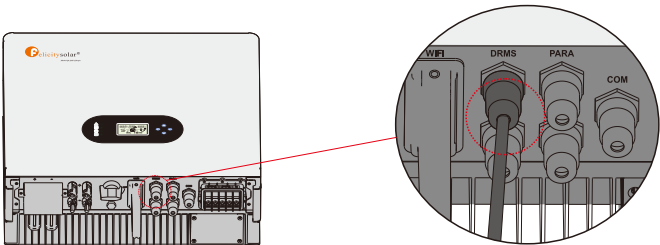

Figure 4.5-5 Interface Rj45
Étape 4. Branchez le terminal RJ45 à la position appropriée sur l'onduleur. Voir Figure 4.5-5.